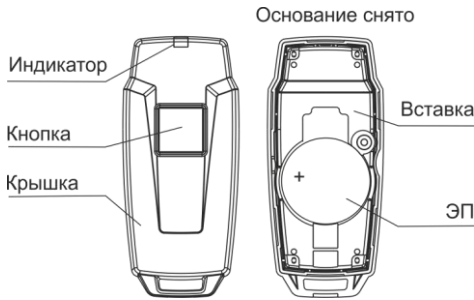

Рисунок 3
5.2.1 Конструктивно РПД выполнено в виде брелока, состоящего из крышки (лицевая сторона) и основания (рисунок 3).